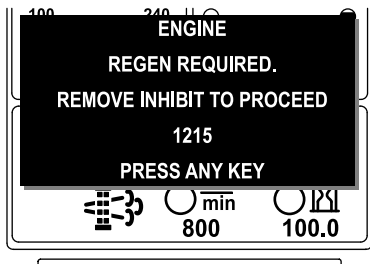

Figura 42
**Nota:** Si usted configura el InfoCenter para inhibir la regeneración, el InfoCenter muestra el AVISO N° 1215 (Figura 42) cada 15 minutos mientras el motor solicita una regeneración de reinicio.